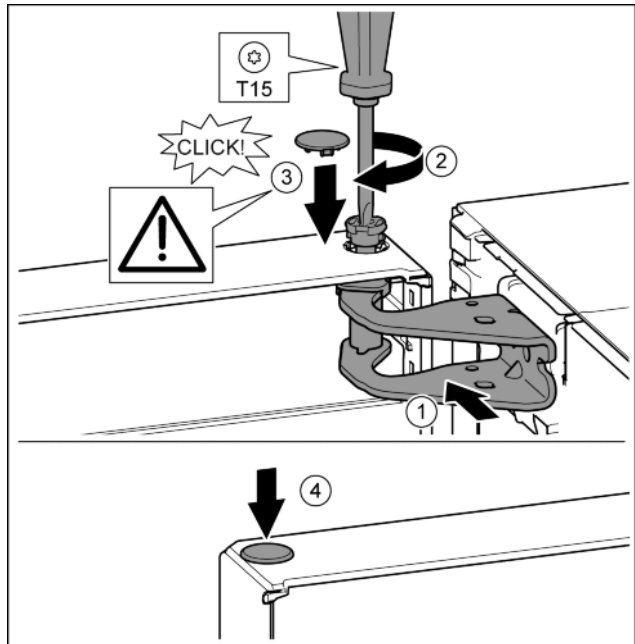

Fig. 24
- ▶ Deur boven uitlijnen op de opening in de lagerbus. Fig. 24 (1)
- ▶ Bouten aanbrengen en met schroevendraaier T15 vastschroeven. Fig. 24 (2)
- ▶ Veiligheidsafdekking voor de veiligheid van de deur monteren: Veiligheidsafdekking aanbrengen en controleren of deze op de deur rust. Anders bout volledig aanbrengen. Fig. 24 (3)
- ▶ Stop aanbrengen. Fig. 24 (4)